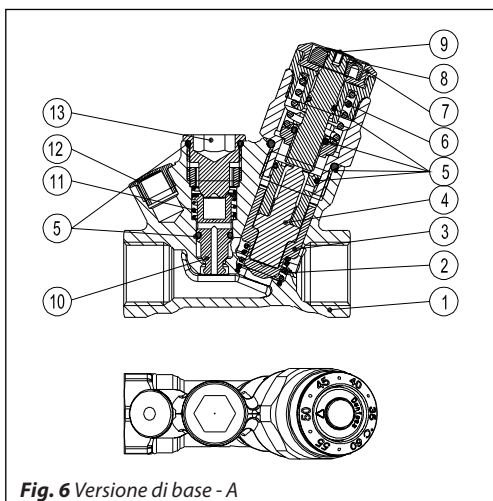
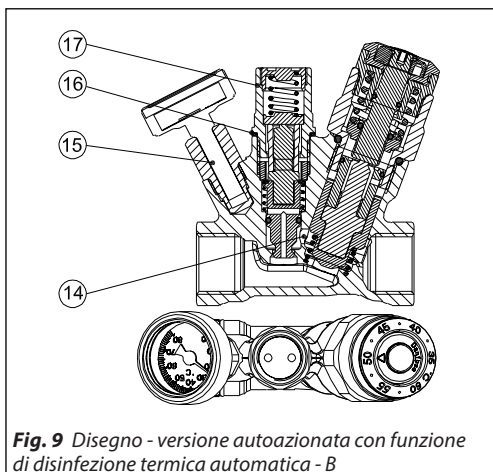

Fig. 6 Versione di base - A
Fig. 9 Disegno - versione autoazionata con funzione di disinfezione termica automatica - B
La MTCV è una valvola proporzionale termostatica autoazionata. Un termoelemento (fig. 6, elem. 4) è situato nel cono della valvola (fig. 6 elem. 3) per rispondere ai cambiamenti di temperatura.
Una molla di sicurezza (fig. 6, elem. 6) protegge il termoelemento da possibili danni quando la temperatura dell'acqua supera il valore predefinito per la valvola.
Dopo aver rimosso il tappo dal foro per la disinfezione (fig. 6 elem. 13 - questa operazione è possibile anche con la valvola sotto pressione), è possibile montare il modulo di disinfezione (fig. 9, elem. 17).
- 1-13 Come descritto alla fig. 6
Dopo aver rimosso il tappo dal foro per la disinfezione (fig. 6 elem. 13) è possibile montare l'adattatore